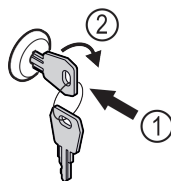

Fig. 240
- Shtyni çelësin brenda. Fig. 240 (1)
- Rrotulloni çelësin me 90° në drejtimin orar. Fig. 240 (2)